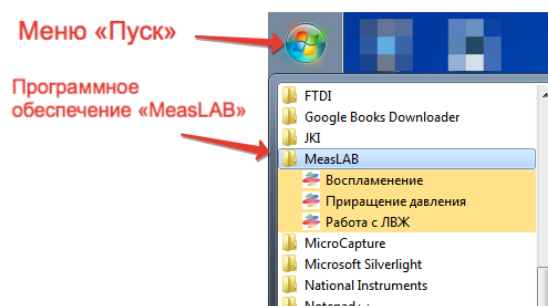

Рисунок 2 - запуск ПО Measlab
3. Для запуска приложений следует войти в меню «Пуск» - «Все Программы» - «Measlab» и запустить необходимое приложение (рисунок 2).